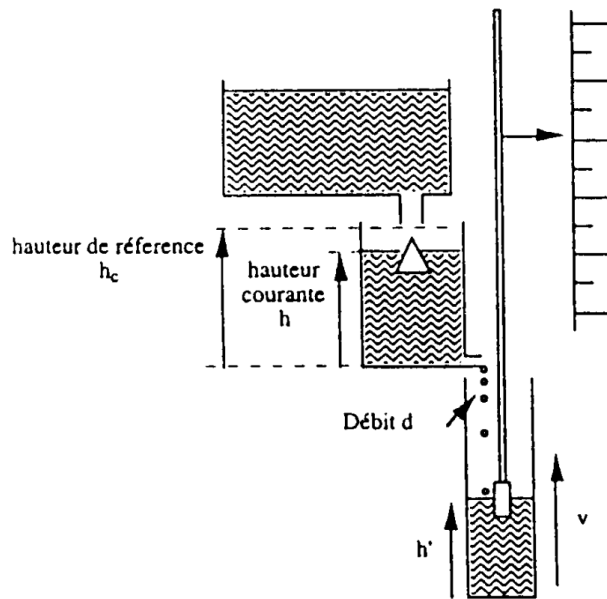

FIGURE 1 – Clepsydre de Ktésybios
- La première problématique concernant la création d'un système automatisé date de l'antiquité et l'invention de **Ktésybios** (environ 250 av JC) est un système d'horloge à eau (**Clepsydre**) à trois niveaux de vases communiquant. Il a été imaginé dans le but de garantir une précision optimale sur la mesure du temps. La figure 1 illustre le principe de fonctionnement de cette horloge. Le deuxième niveau comporte un "trop plein" permettant de garantir un niveau constant et donc un débit constant d'écoulement vers le troisième niveau qui est gradué pour donner l'information du temps écoulé.